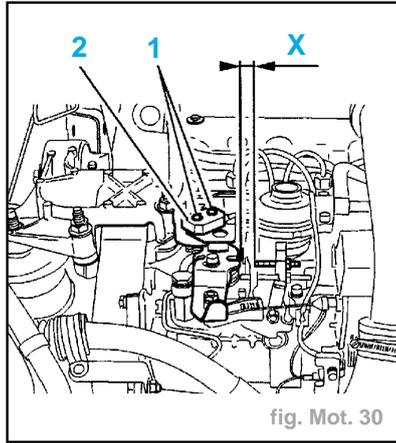

fig. Mot. 30
- Vérifier que le câble (5) soit sans tension.
**• Contrôle et réglage contacteur de levier de charge (fig. Mot. 30)**
- Desserrer les vis (1).